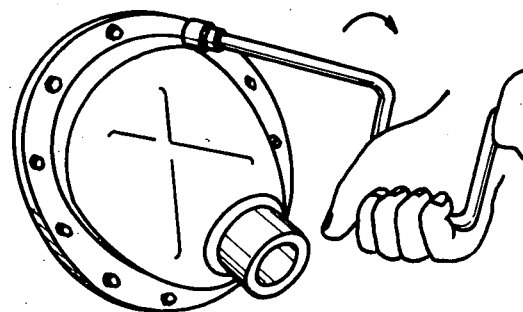

Fig. 6
- c Instale o cárter, coloque e aperte os parafusos (fig. 6).